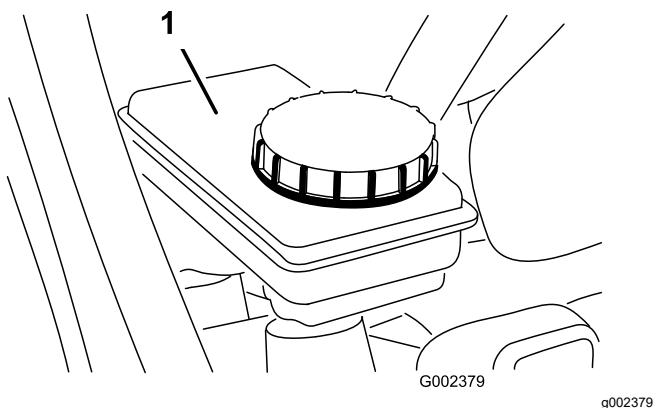

図 58
5. タンクの FULL マークまでオイルが入っているのを確認する 図 58。
6. 液量が不足している場合には、まず補給口周辺をきれいに拭き、キャップをはずして、所定のブレーキオイルを適正量まで補給する図 58。